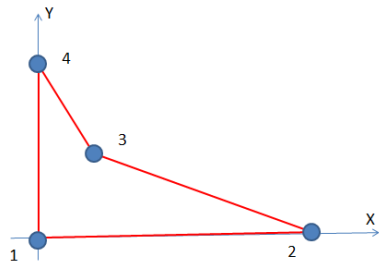

Figura 1: Elemento isoparamétrico
Dada la viga cuyas dimensiones son las mostradas en la Figura 1, suponiendo que la densidad del material es 7850 kg/m^3 , la aceleración de la gravedad es 9.81 m/seg^2 , el Módulo de Elasticidad $E = 200 \text{ GPa}$, el coeficiente de Poisson 0.30 y con un espesor de 10 cm . Calcule y programe por el método de Elementos Finitos los campos de esfuerzos (tensiones), desplazamientos y deformaciones de dicha viga, utilizando un modelo bidimensional de Tensión Plana:
- Un elemento isoparamétrico tiene cuatro nodos en los vértices de coordenadas cartesianas $(0,0)$; $(40,0)$; $(10,10)$ y $(0,20)$ expresadas en cm (ver la Figura 1). Calcular: